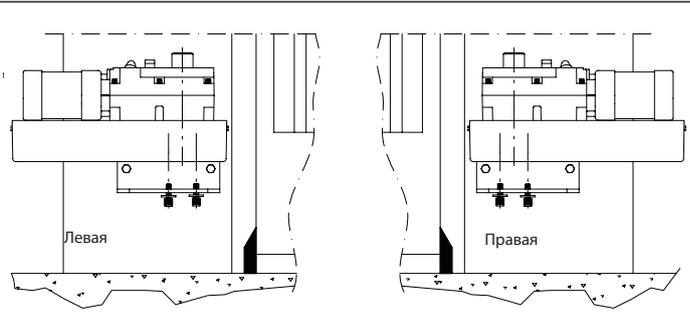

Рис. 6
- Установите створки в положение открыто (**рис.6**):
- наденьте направляющий рычаг ВG на рычаг двигателя ВМ с соблюдением указанных размеров **рис.6**.
и выровняйте с ее помощью телескопический рычаг **рис.6.**
- Рычаг двигателя ВМ должен выходить из направляющего рычага ВG на значение **рис.6.**